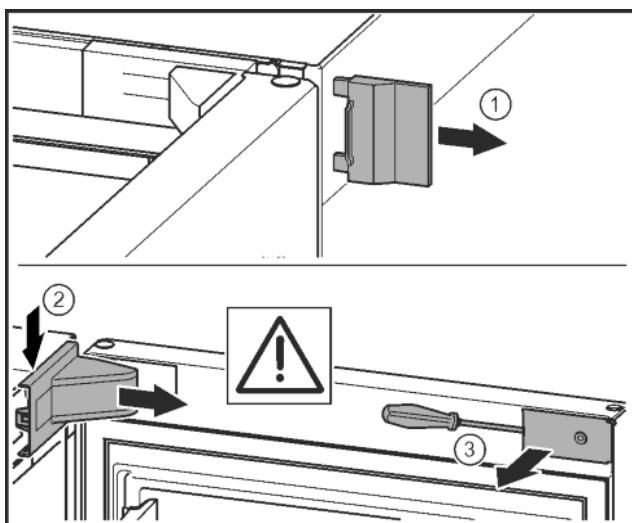

Fig. 10
- ▶ Vegye le a külső fedelet. Fig. 10 (1)
- ▶ Pattintsa ki és oldja ki a csapágybak fedelét. Vegye le a csapágybak fedelét. Fig. 10 (2)
- ▶ Hornyoltfejú csavarhúzóval pattintsa ki a lemezt, és fordítsa oldalra. Fig. 10 (3)